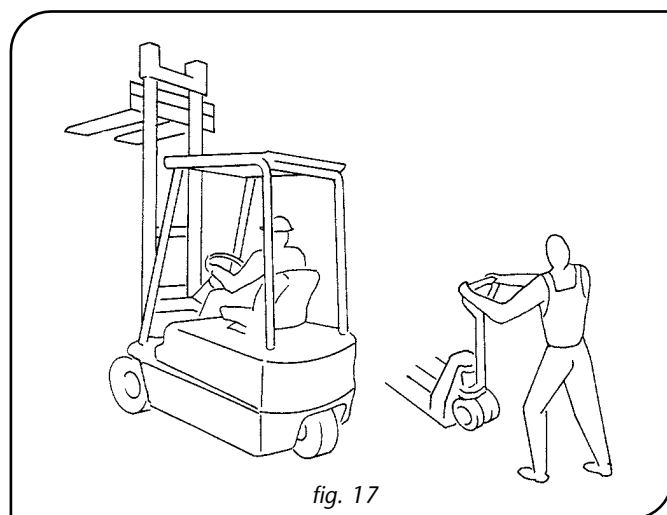

fig. 17
- carrelli elevatori o transpallett (fig. 17).